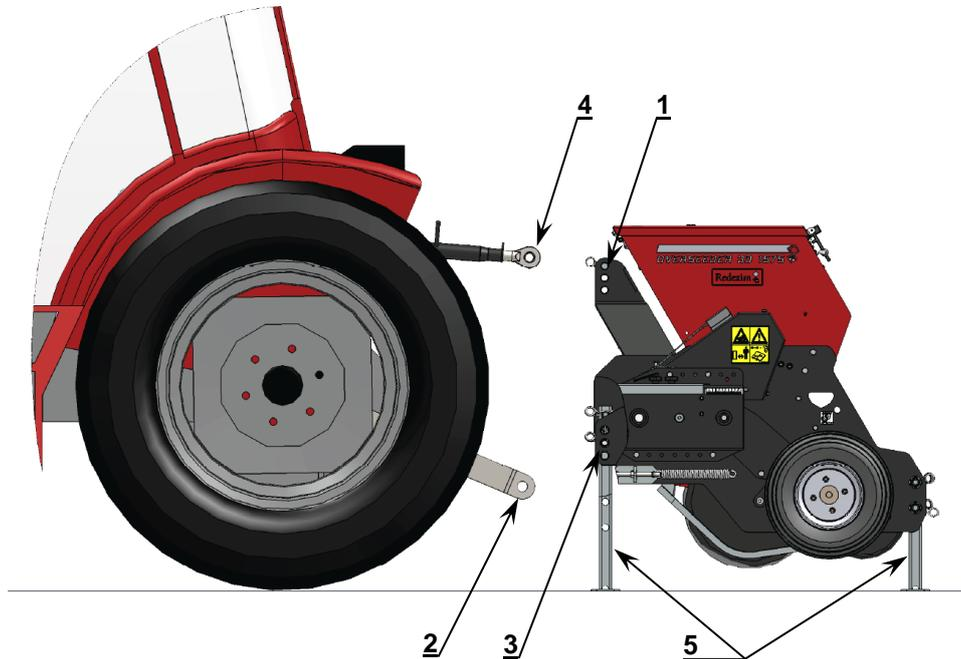

Abbildung 3
1. Entfernen Sie die oberen 3-Punkt-Bolzen (1) aus der Maschine (siehe **Abbildung 3**).
2. Fahren Sie den Schlepper vorsichtig rückwärts, bis die Hubarme (2) an die Maschine gekuppelt werden können.
Die Maschine wird wie folgt abgekuppelt (siehe **Abbildung 3**):